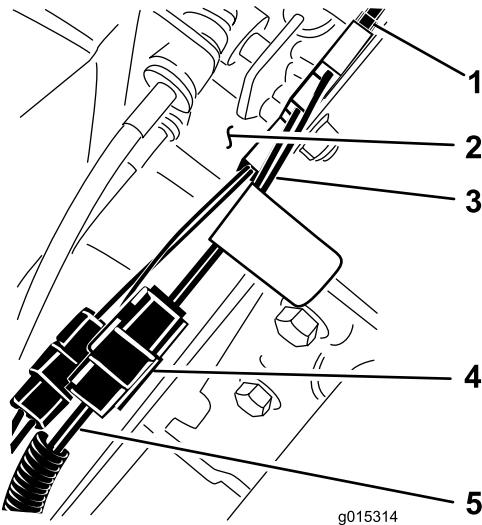

Bild 3
- Schließen Sie den Überbrückungskabelbaum am Schalter und am Anschluss an und schließen ihn mit dem blauen und gelben Draht am Fahrzeugkabelbaum in der Nähe des Ganghebels an (Bild 3).